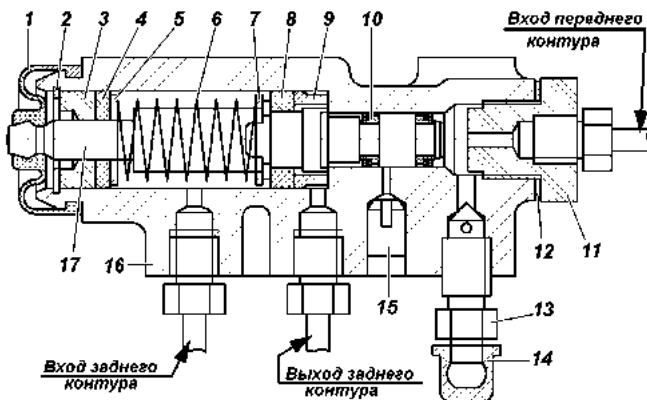
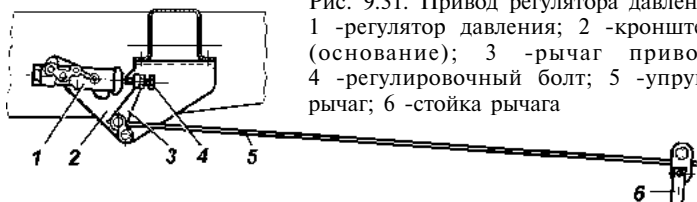

Рис. 9.30. Регулятор давления:
Рис. 9.31. Привод регулятора давления:
Регулятор давления. На автомобилях, не оснащенных антиблокировочной системой тормозов, устанавливается механический регулятор давления, действующий на задние тормоза (рис. 9.30), который обеспечивает оптимальное распределение тормозных сил по осям автомобиля и не допускает опережающую блокировку задних колес. При обслуживании проверяйте работоспособность регулятора давления. Очищайте регулятор от грязи и проверяйте надежность его крепления. Внешним осмотром убедитесь, что регулятор
При нажатии на педаль тормоза поршень 17 (рис. 9.30) регулятора давления должен выдвинуться из корпуса на 1,7 – 2,3 мм. Отсутствие хода поршня, а также его недостаточный или чрезмерный ход свидетельствует о неисправности регулятора или его привода.
В процессе эксплуатации и при замене задних рессор необходимо регулировать усилие упругого рычага 5 (рис. 9.31) на поршень регулятора. Регулировку производите в следующей последовательности:
2. Ослабьте контргайку регулировочного болта 4 (рис. 9.31) и отверните болт на 2-3 оборота.
3. Заверните болт 4 (рис. 9.31) до соприкосновения его с хвостовиком поршня 17 (см. рис. 9.30) регулятора.